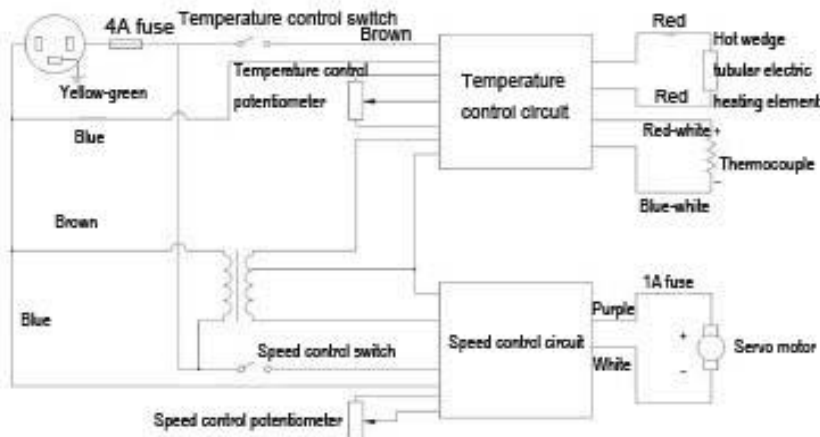

Fig.9 Control schematic diagram
7. Снимите защитное ограждение цепи, открутите стопорные винты на двух цепных колесах, а затем снимите цепное колесо и цепь. Что касается верхнего резинового колеса, то его можно снять, если вывернуть два винта на корпусе подшипника с обеих сторон прижимной пластины. Что касается нижнего резинового колеса, то его можно снять, если подшипник находится с одной стороны цепного колеса. Соберите их тем же способом. Принципиальная схема управления и схема подключения двигателя (рис.9 и 10)